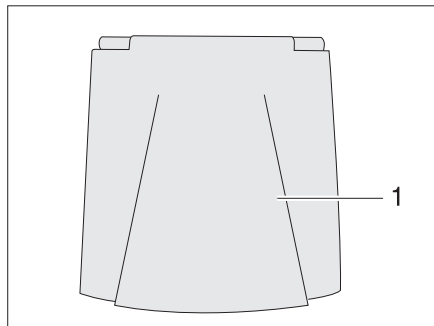

Fig. 36 Tapa de cierre para el tubo de llenado de combustible
- Abrir la tapa de cierre (Fig. 36,1).
- Introducir la llave en el cilindro de cierre (Fig. 36,3) y girar en sentido contrario a las agujas del reloj.